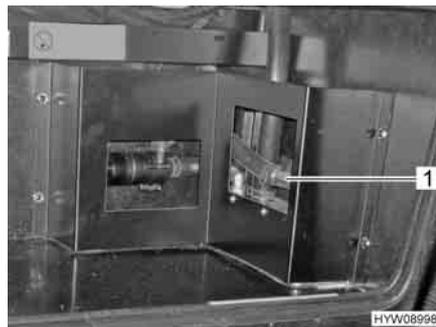

Fig. 112 Scambiatore di calore Alde
- Posizionare la maniglia del rubinetto (Fig. 112,1) parallelamente alla tubazione.
- Posizionare la maniglia del rubinetto (Fig. 112,1) trasversalmente rispetto alla tubazione.